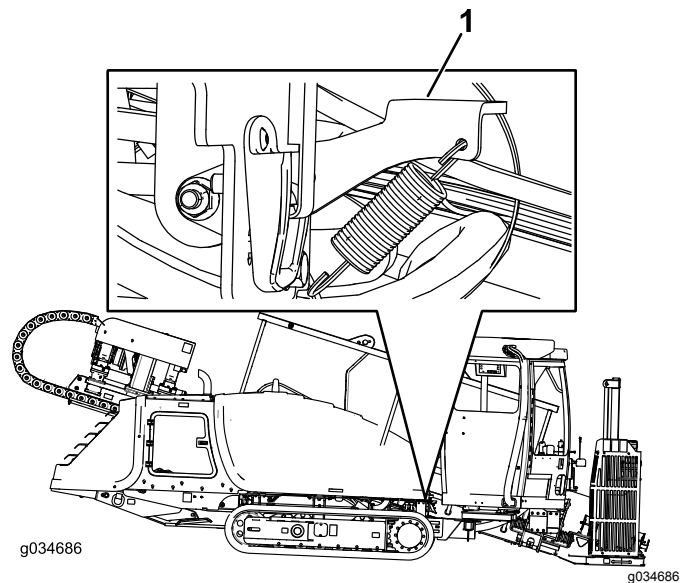
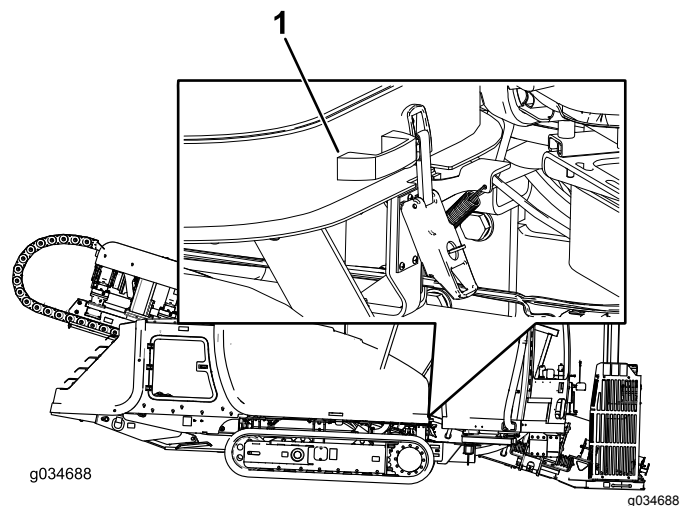

Figura 70
Figura 71
3. Puxe a trava do capô como mostrado na Figura 70.
4. Mantendo a trava do capô (Figura 70) para cima, levante o capô segurando na alça, como mostrado na Figura 71.